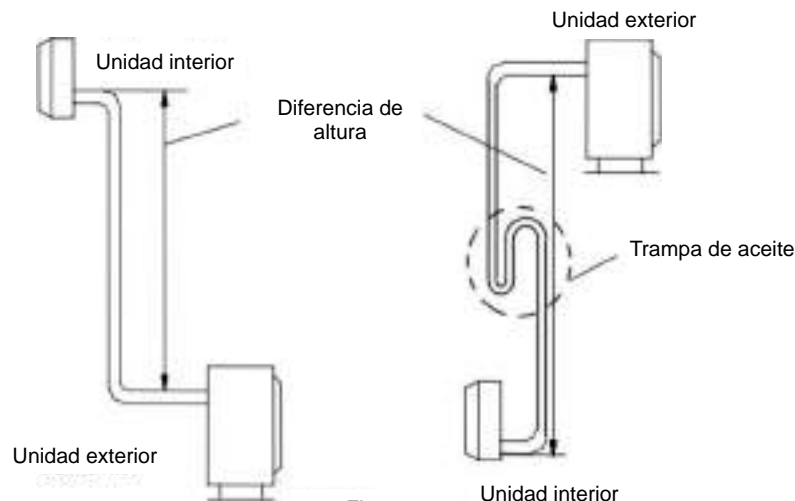

Fig. 3
- Si la posición de instalación de la unidad exterior está más alta que la de la unidad interior y la tubería es mayor de 10 m, tendrá que colocar una trampa de aceite en la tubería de gas cada 8 m. (Fig. 3)